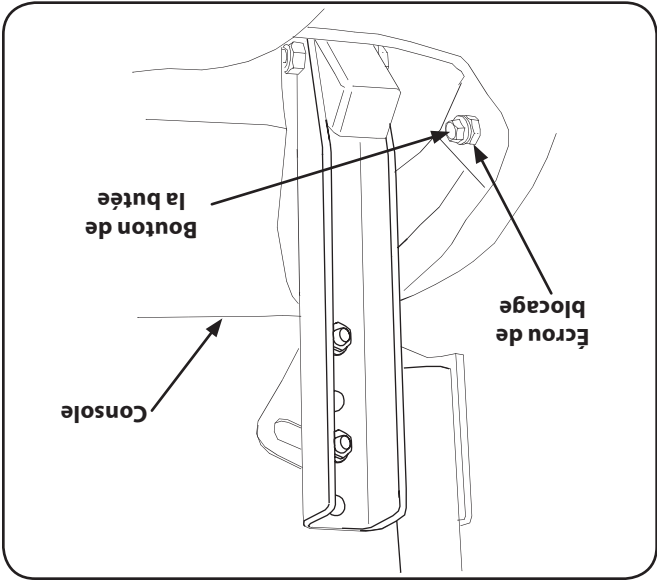

Figure 7-12
5. Localisez le boulon de la butée correspondante sur la console droite ou gauche. Voir la Figure 7-12.